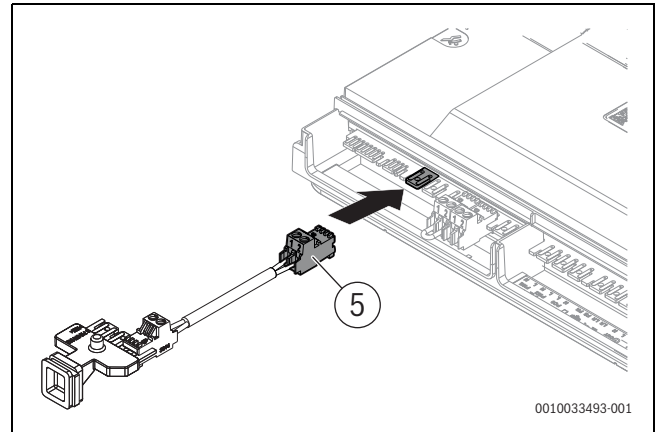

Bild 119 BUS-Kabel am BUS-Steckplatz der Klemmleiste anschließen
- BUS-Kabel der Anschlussleiste (→ Bild 119, [5]) am BUS-Steckplatz der Klemmleiste anschließen.